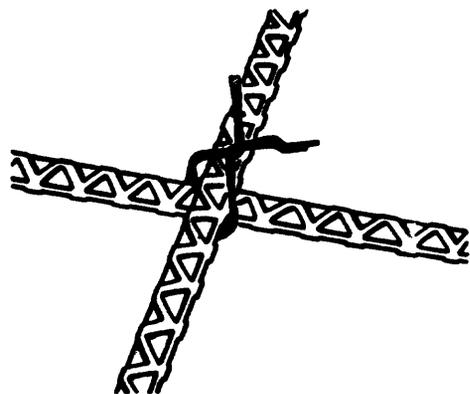

Fig. 7
**8º paso** Con los dos dedos índice y pulgar tuerza las puntas en forma de "V". (Fig. 7).